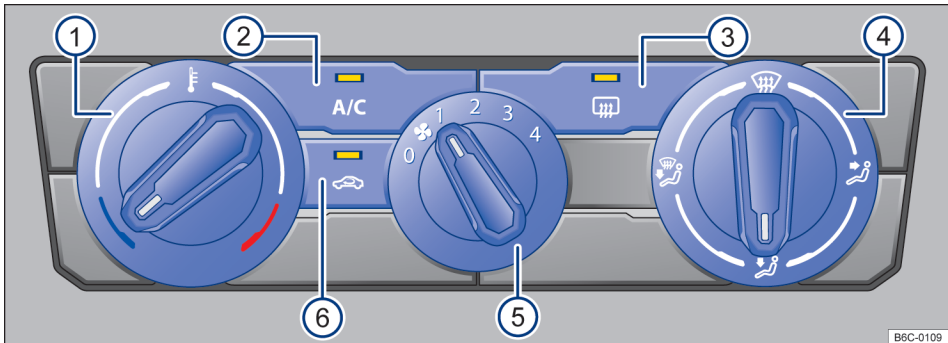

Fig. 81 Mandos del aire acondicionado.
- Aire acondicionado: girar el regulador del ventilador al nivel 0 → fig. 81 (5).
- Aire acondicionado: presionar el botón  → fig. 81 (2) para encender y apagar el funcionamiento de la refrigeración.
- Aire acondicionado: girar el regulador giratorio izquierdo → fig. 81 (1).
- Aire acondicionado: girar el regulador del ventilador → fig. 81 (5).
- Aire acondicionado: presionar el botón  → fig. 81 (6).
- Aire acondicionado: girar el regulador de la derecha → fig. 81 (4) a la posición deseada.
- Aire acondicionado: girar el regulador derecho a la posición  → fig. 81 (4).
- *Aire acondicionado*: presionar el botón  → fig. 81 .